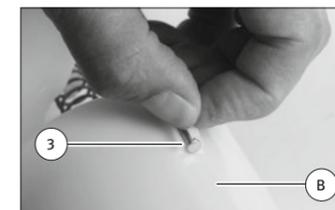
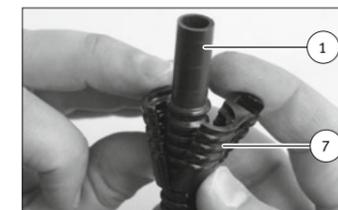

Abb. 4/ Fig. 4/ Puc. 4/ 图4
Abb. 5/ Fig. 5/ Puc. 5/ 图5
- Undo the latch (3) on both guide rods (9) and pull the guide rods out of the channels (fig. 4). Do not damage the latch.
- The old lower section (B) and the springs (2) can be disposed of.
- Remove the new lower part (C) from the packaging.
- Fasten the two-part assembly device (7) to the open end of the fuel hose (1) (fig. 5).
- Défaire la pièce d'arrêt (3) des deux tiges de guidage (9) et tirer les tiges de guidage hors des guidages (Fig. 4). Ne pas endommager la pièce d'arrêt.
- L'ancienne partie inférieure (B) et le ressort (2) peuvent être éliminés.
- Sortir la nouvelle partie inférieure (C) de l'emballage.
- Fixer l'accessoire de montage en deux parties (7) à l'extrémité ouverte du tuyau de carburant (1) (Fig. 5).